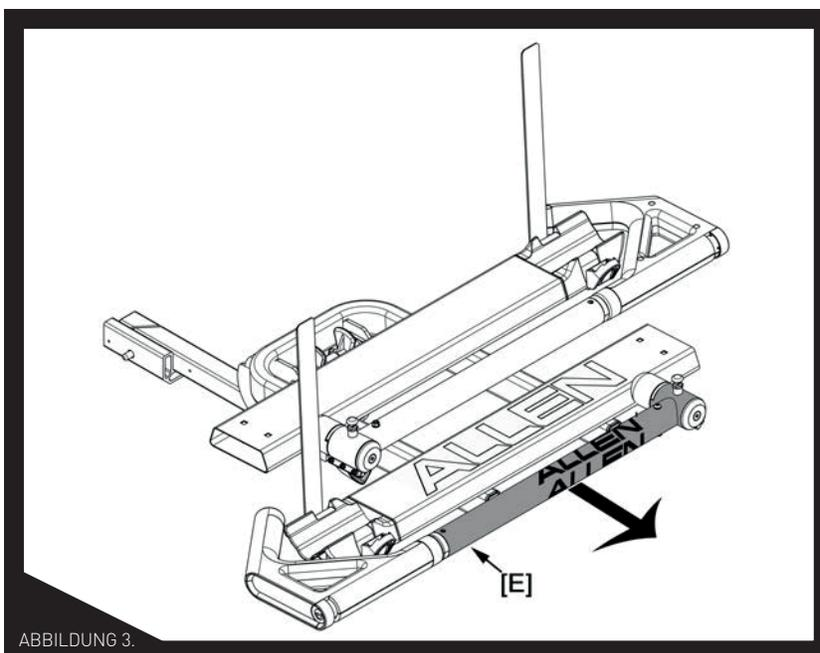

ABBILDUNG 3.
**WICHTIG!** Wie in Abbildung 3 abgebildet, sollte die Fahrradhalterung mit dem Haltearm [E] in Richtung des offenen Endes der U-Stütze montiert werden
2. Schwenken Sie den Fahrradhalterarm nach oben, bis die Hakenauflage 1 Zoll oder weniger von den Bremsen oder der Vorgabel entfernt ist - siehe Abb. 3